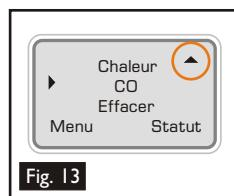

Fig. 13
- La touche flèche 'vers le haut' ▲ sur 'Menu Principal' indique que des options sont disponibles au dessus. Utilisez la touche flèche 'vers le haut' du clavier ↵ pour remonter dans le menu (Fig. 13).